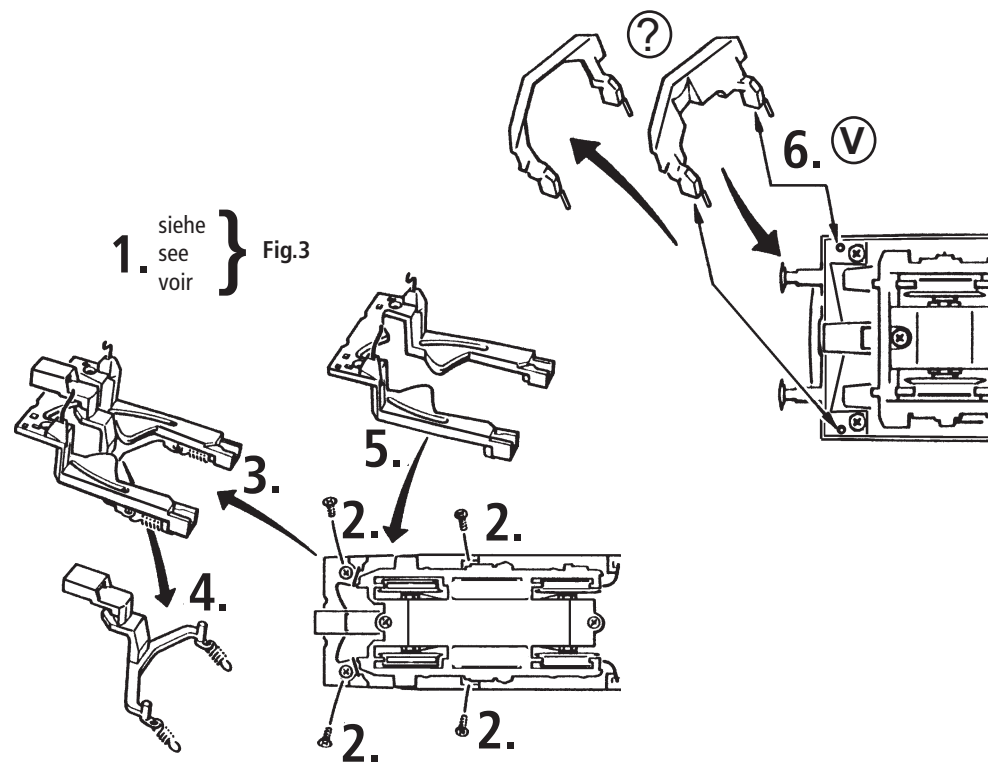

Fig. 3
Mehrzugbetrieb: Zuerst Lokgehäuse abnehmen (Fig. 3). Danach den Brückenstecker aus der Schnittstelle entfernen (diesen sorgsam aufbewahren). Danach den Stecker des Decoders lage-richtig einsetzen (Fig. 7).
2. Schmierung: Versehen Sie die im Schmierplan in Fig. 9 gekennzeichneten Stellen mit nur **kleinen Öltropfen**. Dazu zuerst das Lokgehäuse abnehmen (Fig. 3). Wir empfehlen den ROCO **Öler Art.-Nr. 10906**. Fürs Schmieren der Getriebeteile (Zahnräder, Schnecke) empfehlen wir das **ROCO-Spezialfett Art.-Nr. 10905**. Im Falle der Schmierung diese Teile **nicht ölen**.
4. Kohlebürstenwechsel: Lokgehäuse abnehmen (Fig. 3). Danach wird der Motor ausgebaut und die Kohlebürsten ausgewechselt (Fig. 10).
2. Lubrication: Apply **tiny oil drops** to spots marked in fig. 9. Prior to lubrication dismantle locomotive (fig. 3). We recommend using item no. **10906, ROCO oiler**. For lubrication the gearparts (e.g. cogwheels, worm) we would recommend our ROCO **special grease** (item no. **10905**).
4. Carbon Brush Changing: First remove loco body (fig. 3), and then the motor (fig. 10).
2. Graissage: N'appliquez **qu'une tout petite goutte** aux endroits indiqués par le plan de graissage (fig. 9) après avoir démonté la caisse de la locomotive (fig. 3). Nous vous recommandons **le graisseur à huile ROCO réf. 10906**. Pour graisser les engrenages (roues dentées, vis sans fin) nous vous conseillons la **graisse spéciale ROCO réf. 10905** pour engrenages en matières synthétiques. Lorsque vous utilisez cette graisse il faut éviter d'huiler ces composants.
4. Remplacement des balais du moteur: Démontez la caisse (fig. 3). Démontez ensuite le moteur et échangez le balais (fig. 10).
voir } Fig.3